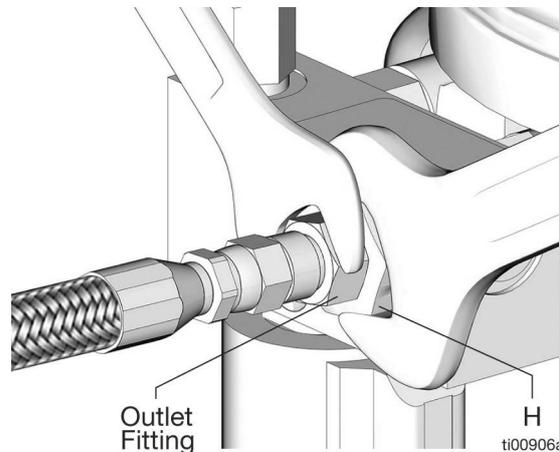

FIG. 9
1. Desconecte a fonte de alimentação da bomba removendo a conexão da bomba do chicote de fios (N).
2. Desconecte a conexão do solenoide da válvula de ventilação do chicote de fios (W). A válvula de ventilação alivia automaticamente a pressão do sistema.
3. Alivie qualquer pressão residual no sistema usando duas chaves trabalhando em direções opostas no parafuso de saída do fluido (H) e na encaixe de saída para afrouxar lentamente o encaixe apenas até que o encaixe esteja solto e não haja mais vazamento de lubrificante ou ar do encaixe (FIG. 9)